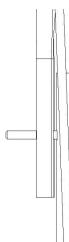

Fig. 2C
- b) Unire le parti superiore ed inferiore dell'impugnatura con la manopola di bloccaggio. (Fig.2C/Fig.2D/Fig.2E)